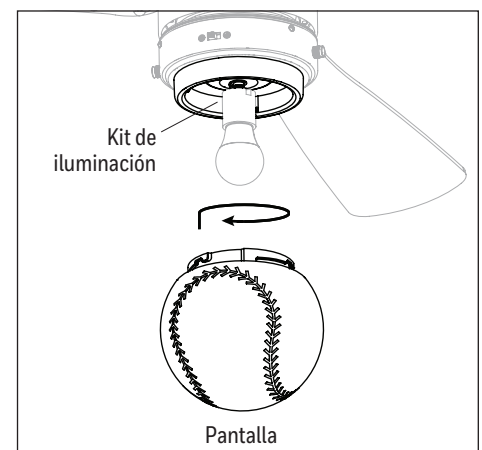

Figura 5.9
9. Fije la pantalla al kit de iluminación girando la pantalla firmemente en dirección de las manecillas del reloj hasta que esté segura. **PRECAUCIÓN:** evite enroscar la pantalla durante la instalación. Una instalación incorrecta podría hacer que la pantalla sea difícil de retirar o hacer que se caiga, lo que podría causar lesiones graves (Figura 5.9).